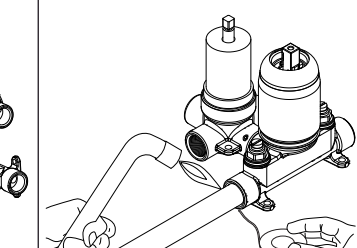

Fig. 8.2
4) Realizar la soldadura antes de su colocación en la pared (Fig. 8.2) con estaño de plata (Fig. 8.3). Enfriar con un paño húmedo las zonas de los cartuchos (indicadas con flechas) cada vez que se suelde (Fig. 8.4).
4) Perform the welding before the placement in the wall (Fig. 8.2) with silver tin (Fig. 8.3). Please cool the areas nearby cartridges (indicated with arrows) each time you weld.
4) Effectuez le soudage avant de le placer sur le mur (Fig. 8.2) avec de l'étain argenté (Fig. 8.3). Refroidissez avec un chiffon humide les zones des cartouches (indiquées par des flèches) à chaque soudage (Fig. 8.4).